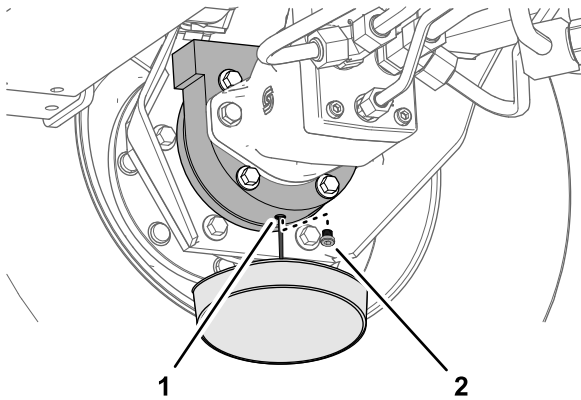

Figure 69
- Placez un bac de vidange sous le carter de frein, enlevez le bouchon de vidange et vidangez toute l'huile (Figure 69).